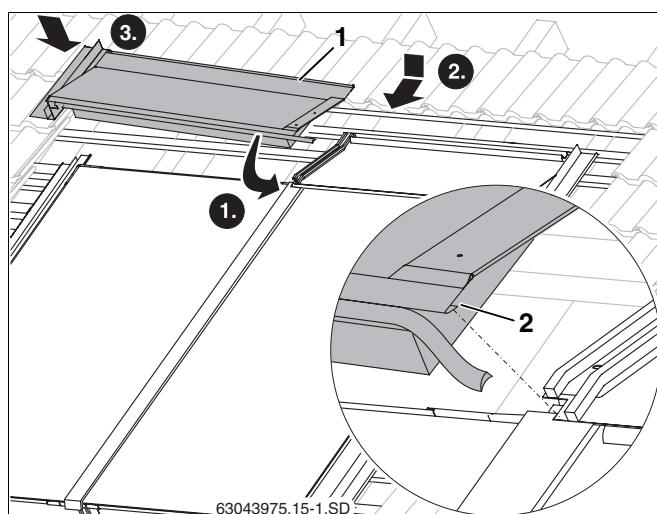

Рис. 56 Верхний левый накладной лист
- Другие верхние накладные листы заправить фальцем (рис. 56, **поз. 2**) в уже смонтированный накладной лист и затем придвинуть к коллектору.
- Ввести левый верхний накладной лист (рис. 56, **поз. 1**) в левый боковой накладной лист.